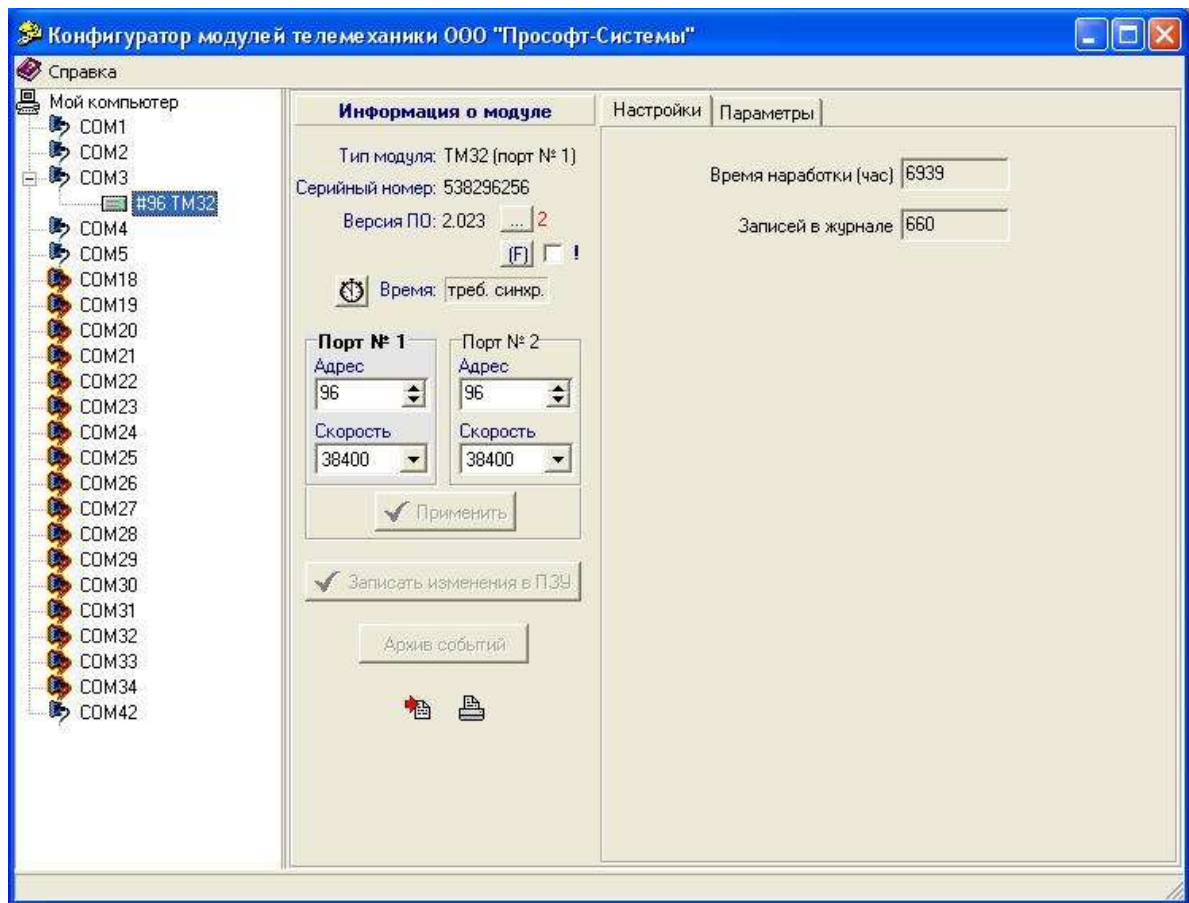

Рисунок 1.3.4. Основное окно программы конфигурирования
Правая часть делится на два поля, в результате окно программы оказывается разбитым на три поля (Рисунок 1.3.4).
1.3.5.8 После внесения изменений скорости обмена или адреса, необходимо их сохранить. Для этого существует кнопка «Применить» (Рисунок 1.3.4), которая становится активной при наличии несохраненных изменений.
1.3.5.9 После включения питания время модуля не синхронизировано, в окне «Время» выводится надпись «треб. синхр.» (Рисунок 1.3.4) и модуль sporadiku по изменению состояния данных не выдает.